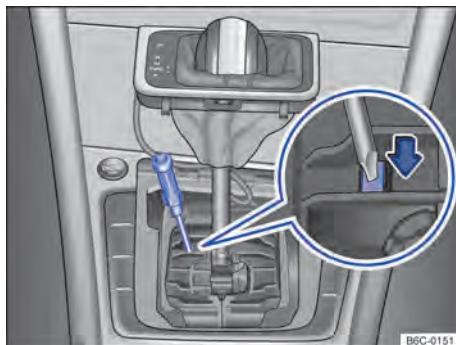

Fig. 94 Desinstalar a cobertura da alavanca seletora e destravar o bloqueio da alavanca seletora emergencialmente.
- Com o auxílio de uma chave de fenda pressionar cuidadosamente a alavanca de destravamento no sentido da seta e manter nessa posição → **Fig. 94**.